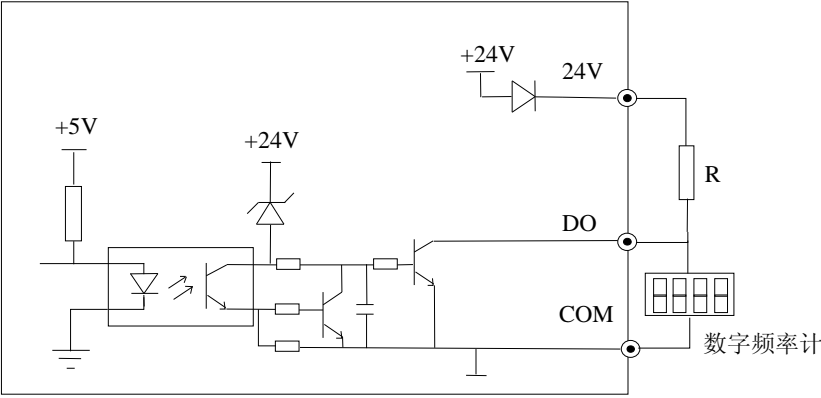

图 2-28 多功能输出端子数字脉冲输出连接方式1
3) 多功能输出端子/数字脉冲频率输出DO作为数字脉冲频率输出时可使用变频器内部的24V电源, 接线方式请参见图2-28。